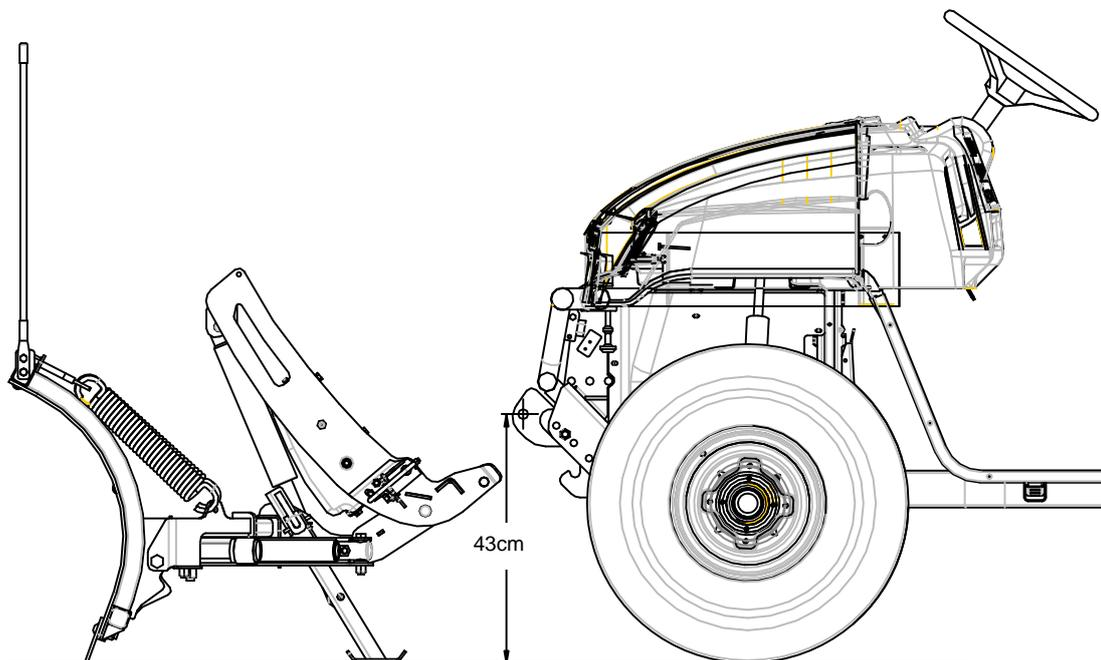

Bild 2
3. Richten Sie die Löcher des Unterfahrschutzes (75) mit den Löchern am Stoßfänger aus. Mit den (2) ½"-13 X 4" Schrauben (B), befestigen Sie den Unterfahrschutz. Fingerfest anziehen.
4. Richten Sie die unteren Löcher des Unterfahrschutzes (75) auf die Löcher des Achsen Schutzplatte aus. Mit den (2) 3/8"-16 X 1-1/2" Schrauben (A), befestigen Sie jetzt den Unterfahrschutz (75). Fingerfest anziehen.
NOTIZ: Die richtige Position des Schubalkens (62) liegt bei 43 cm vom Boden bis zur Lochmitte des Bolzen Loches am Schubrahmen (62) (Siehe Bild 2) für das Pflug System.
7. Mit den 3/8"-16 X 1" Sechskantschrauben (C) und den 3/8"-16 selbstsichernden Schrauben (E), befestigen Sie den Schubrahmen (62) zwischen die Seitenplatten am Unterfahrschutz(75)
8. Mit den ½"-13 X 1-1/2" Sechskantschrauben (D) und den ½"-13 selbstsichernden Muttern, befestigen Sie den Schubrahmen (62) am Unterfahrschutz (75).